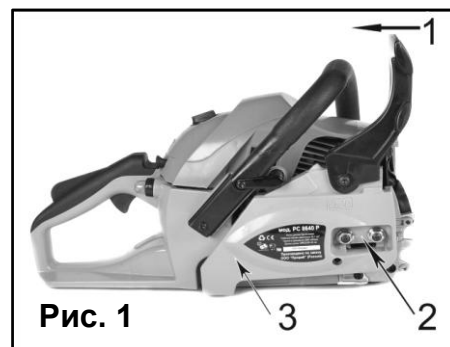
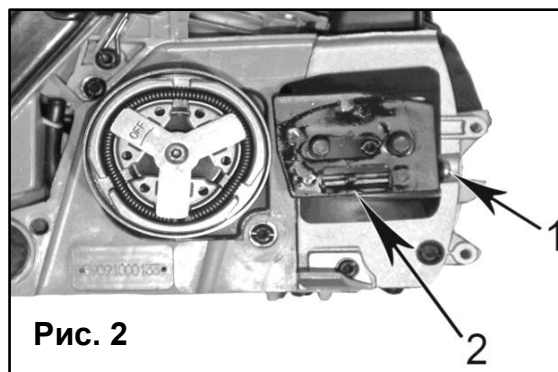

Рис. 1
Рис. 2
- Убедитесь, что рукоятка тормоза цепи (1) сдвинута в положение ВЫКЛ. (Рис. 1).
- Отвинтите предохранительные гайки шины (2). Снимите крышку тормоза цепи (3), потянув ее вверх.
- С помощью отвертки поверните регулировочный винт (1) против часовой стрелки, пока выравнивающий штифт (2) (выступающий цилиндр) не достигнет своего предельного положения (Рис.2)